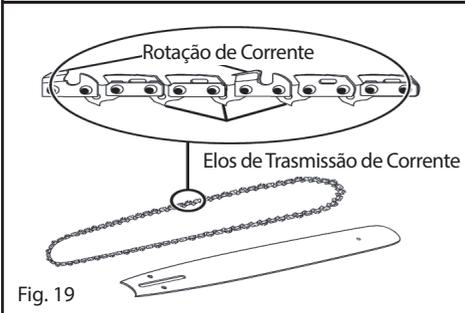

Fig. 19
4. Coloque a nova corrente e endireite qualquer dobras, os elos devem estar virados na direção de corte da corrente (fig.19).